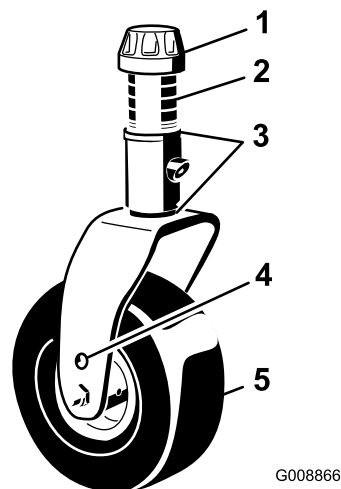

図 15
3. スピンドルシャフトからテンショニングキャップを取り 図 15、キャストアームからスピンドルを抜き出す。最初についていたように、スピンドルシャフトにシムを 2 枚セットする。これらのシムは、デッキ全体の左右の水平調整に必要となる。希望の高さにするために必要な数のスペーサ13mmをシャフトにセットし、ワッシャをはめる下のチャートを参照。